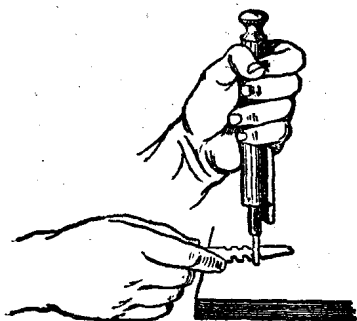

图6 装置撞針
(1)将撞针簧套在撞针上，并装入机体内。然后将撞针尖顶在木垫上，左手用力向下压机柄，使撞针簧顶箍进入机体内。右手旋转机尾，使之接在撞针的尾端上，并使撞针尾端与机尾钮的后部略平，使解锥的缺口夹住撞针的切面，两刻线对正(图6)。